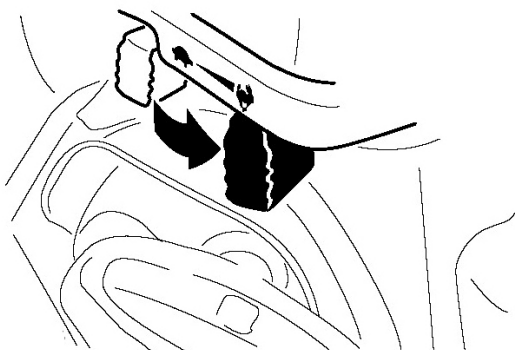

Рисунок 28.
6. Передвиньте дроссель в положение Fast (Быстро) (Рис. 28).